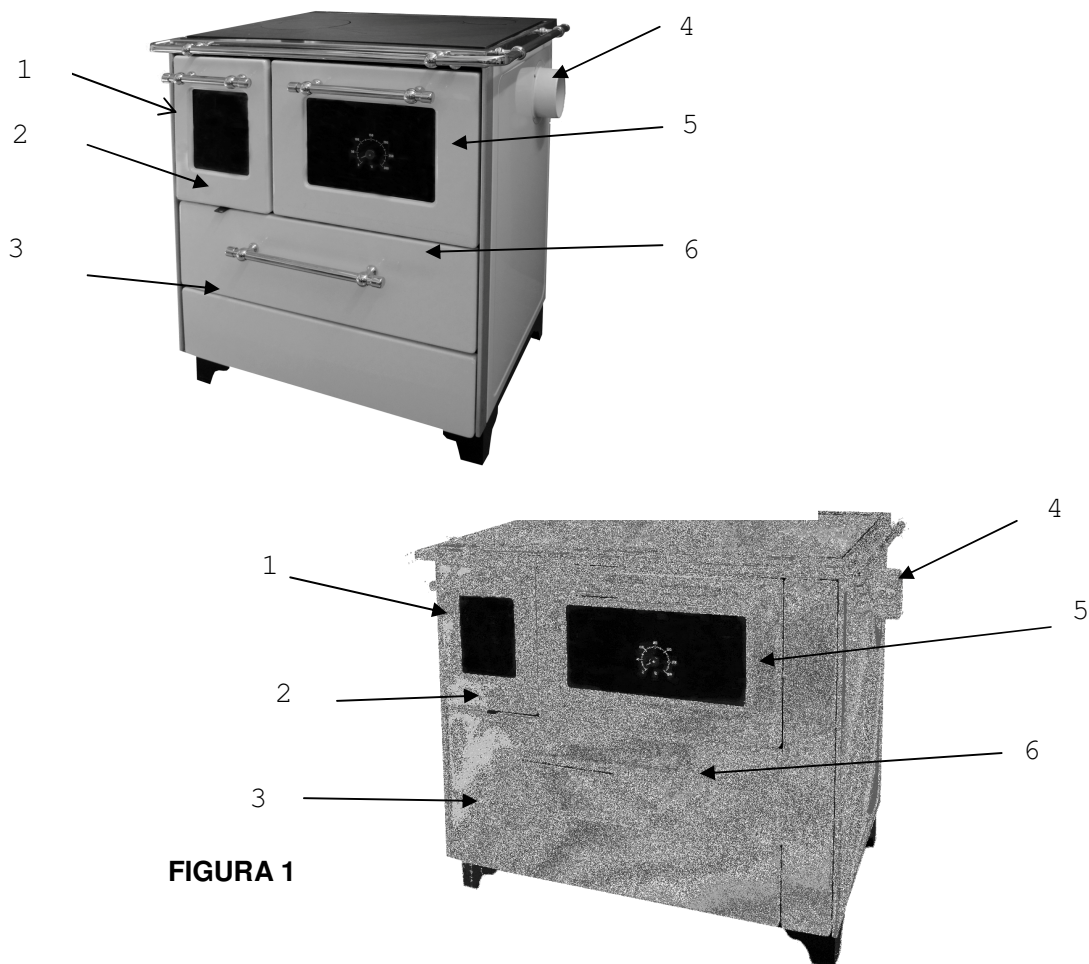

FIGURA 1
Aerul primar pentru ardere, iar prin asta și capacitatea de încălzire a sobei de gătit este stabilită de aerul primar de ardere. Acest aer se reglează cu ajutorul dispozitivului de reglare a aerului primar de pe ușa cenușarului (figura 1, poziția 2).
3.4 UȘA CUPTORULUI (Figura 1, Poziția 6)
3.5 SERTARUL DE COMBUSTIBIL (figura 1, poziția 3)